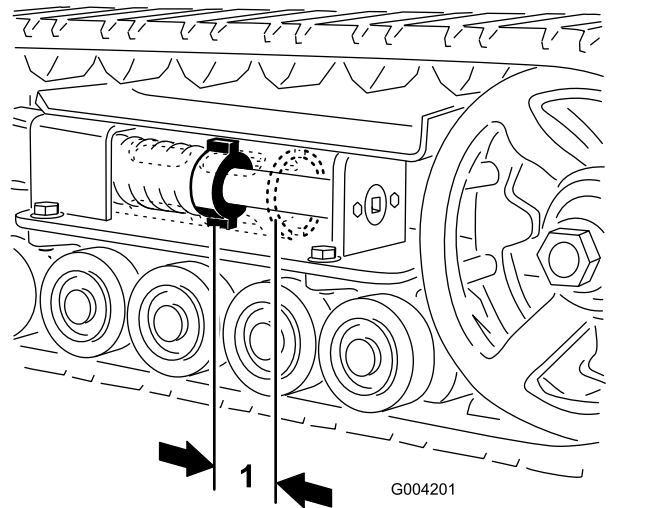

Figura 51
Debería haber 7 cm (2¾") entre la tuerca tensora y la parte trasera del tubo tensor (Figura 51). Si no es así, ajuste la tensión de las orugas usando el procedimiento siguiente:
- Con una llave de vaso de $\frac{1}{2}$ ", gire el tornillo tensor en el sentido contrario a las agujas del reloj hasta que la distancia entre la tuerca tensora y la parte trasera del tubo tensor (Figura 51) sea de 7 cm ($2\frac{3}{4}$ ").
- Gire el tornillo tensor en sentido antihorario hasta que la distancia entre la tuerca tensora y la parte de atrás del tubo tensor (Figura 51) sea de 7 cm ($2\frac{3}{4}$ ").
- Gire el tornillo tensor en sentido antihorario hasta que la distancia entre la tuerca tensora y la parte de atrás del tubo tensor (Figura 51) sea de 7 cm (2¾").